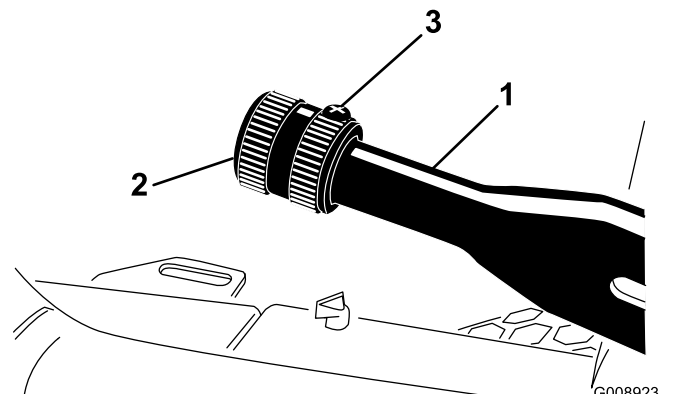

図 83
2. ブレーキレバーに調整ノブを固定している固定ねじをゆるめる 図 83。